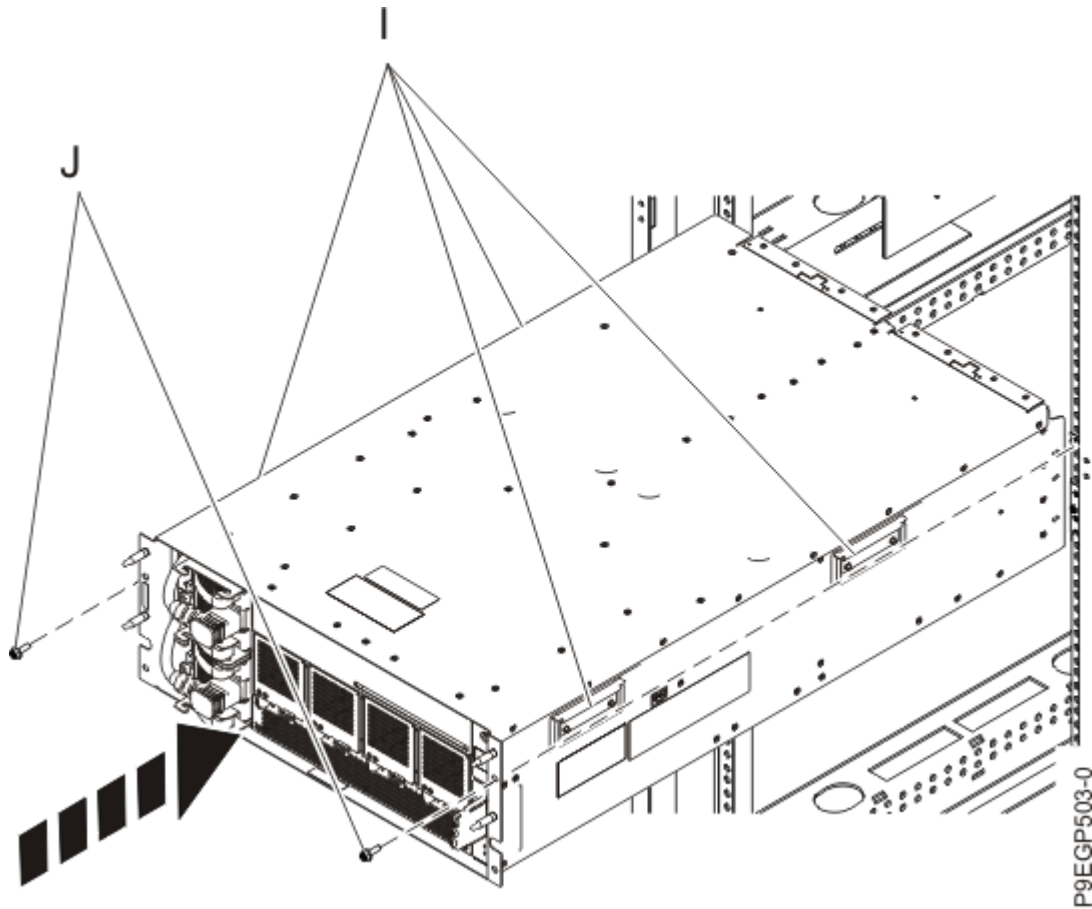

Figure 9. Installation du tiroir dans une armoire
- a) Trois personnes sont nécessaires pour cette opération. Deux d'entre elles sont chargées de tenir les quatre poignées **(I)**, comme illustré dans la Figure 9, à la page 14, et la troisième personne se place devant le tiroir afin de le diriger. Le tiroir est soulevé et placé devant les glissières.